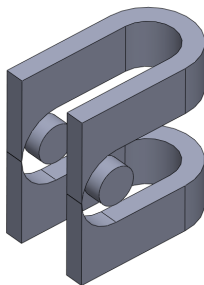

图 6-34 组合实体特征效果
(6) 执行操作后, 即可组合实体特征, 效果如图 6-34 所示。